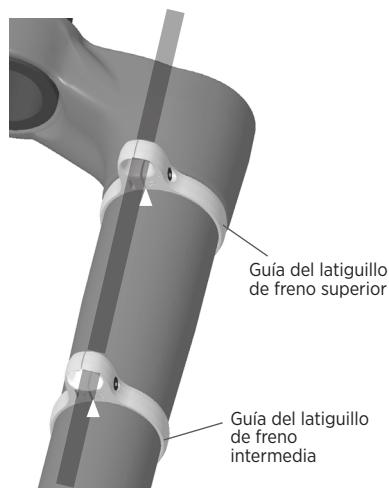

Figura 15: posición de las guías del latiguillo de freno
3. Retire los dos tornillos de las guías intermedia y superior del latiguillo de freno. La guía intermedia del latiguillo de freno está marcada con una "M" y tiene un diámetro ligeramente menor que la guía del latiguillo de freno superior (marcada con una "U"). Instale el latiguillo de freno a través de la abertura de cada una de las guías. Vuelva a colocar los tornillos sin apretarlos (Figura 15).
4. Coloque las guías de latiguillo intermedia y superior de modo que la ranura inferior quede alineada con el pico superior de cada uno de los gráficos de flecha grabados con láser en la horquilla (representados por las puntas de flecha blancas en la Figura 15). Utilice una punta hexagonal de 2,5 mm y una llave dinamométrica para apretar el tornillo a 0,9 N.m (8 in-lb).